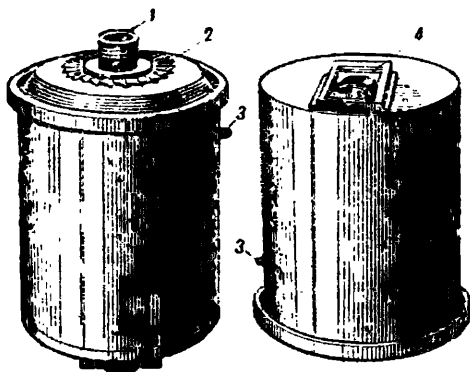

Рис. 2. Корпус гранаты обр. 1933 г.
7. Корпус гранаты (рис. 2) служит для помещения разрывного заряда и запала и для поражения противника осколками при взрыве. Он сверху закрыт плоской крышкой, а снизу выпуклым дном. Внутри корпуса помещаются: разрывной заряд, свернутая в три-четыре слоя металлическая лента, насеченная на квадратики для получения осколков при взрыве гранаты, и сквозная центральная трубка, в которую вставляется запал при зарядании гранаты.